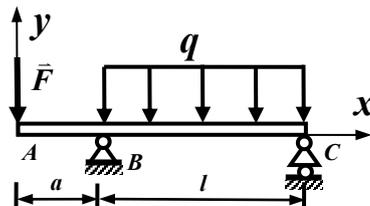

图 2
5、如图 2 所示梁, 若用积分法求梁的挠曲线方程时, 则相应的边界或连续条件为\_\_\_\_\_。